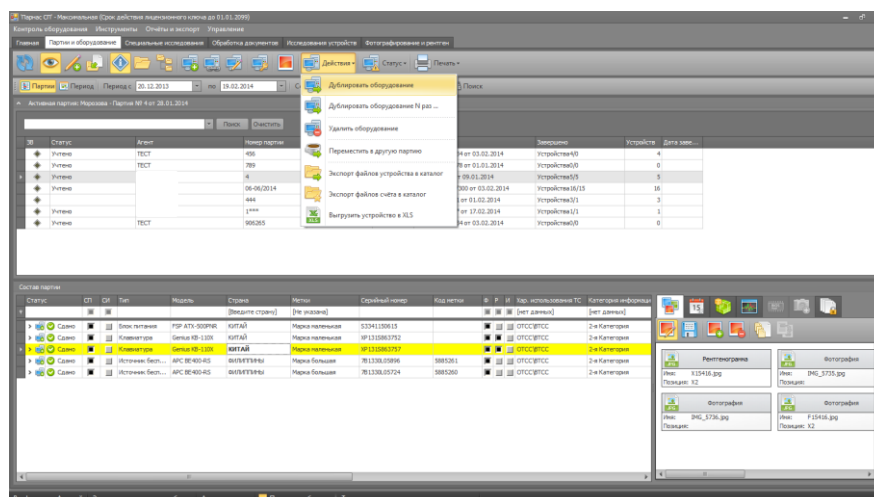

Рисунок 107
- выберите – **Дублировать оборудование (Дублировать N раз)**, в контекстном меню - **Действия**, панели управления формы – **Партии и оборудование**. (Рис. 107)